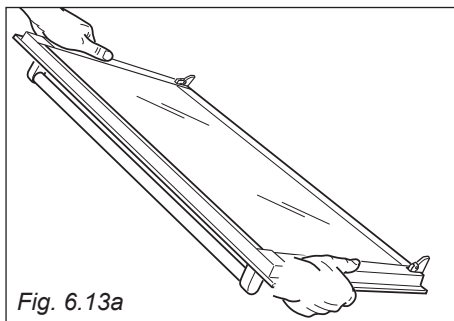

Fig. 6.13a
1. Afferrare saldamente la porta (fig. 6.13a).